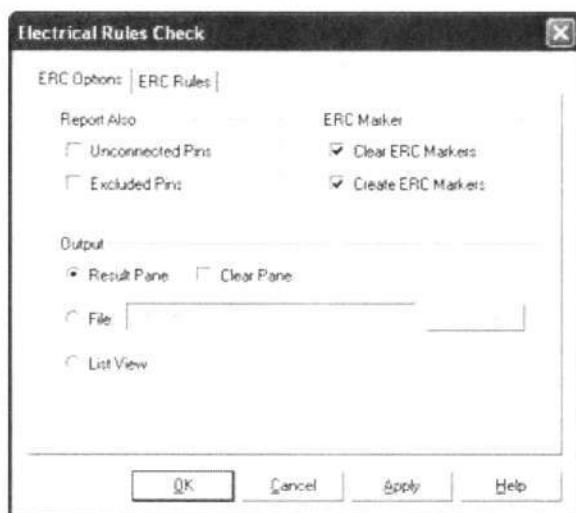

Рисунок 23 — Закладка Опции проверки
2. Настройте параметры отчета на закладке Опции проверки (ERC Options), рисунок Рисунок 23).